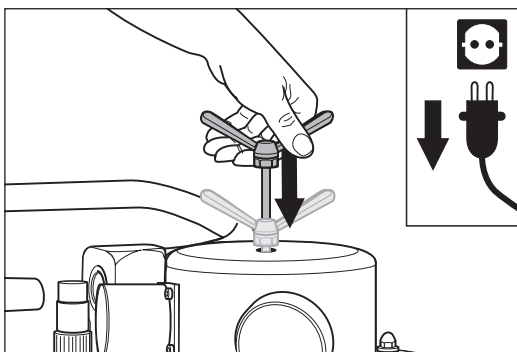

Fig. 32 Meta hasta el tope la barra vibratoria en la unidad de filtros.
- 7 Si no lo ha hecho aun, meta ahora hasta abajo del todo la barra vibratoria, para que ésta centre el sistema (Fig. 32). De lo contrario, posteriormente será difícilísimo mover la barra vibratoria.